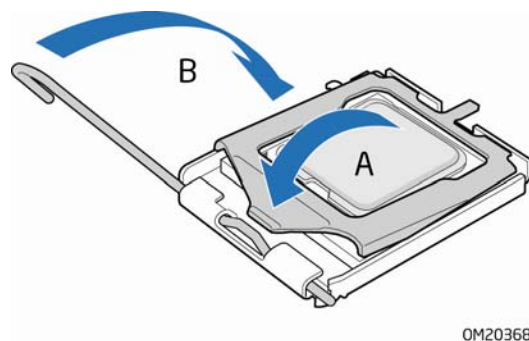

图 11. 闭合压板
7. 向下按压压板（图 11 中的 A），使其闭合，然后扳回并扣紧插槽拉杆（图 11 中的 B）。